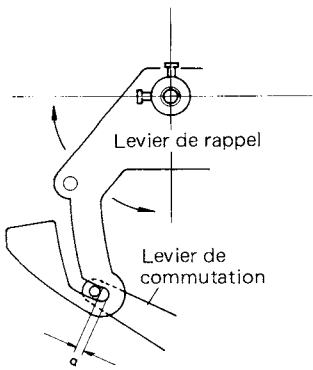

Fig. 2-1.
- 1) Si la pointe de lecture se pose trop à l'intérieur de la zone spécifiée, tourner légèrement le levier de rappel sur la gauche et resserrer les vis du levier. (La distance "a" de la Fig. 2-1 doit être augmentée de 1 à 1,5 mm.)